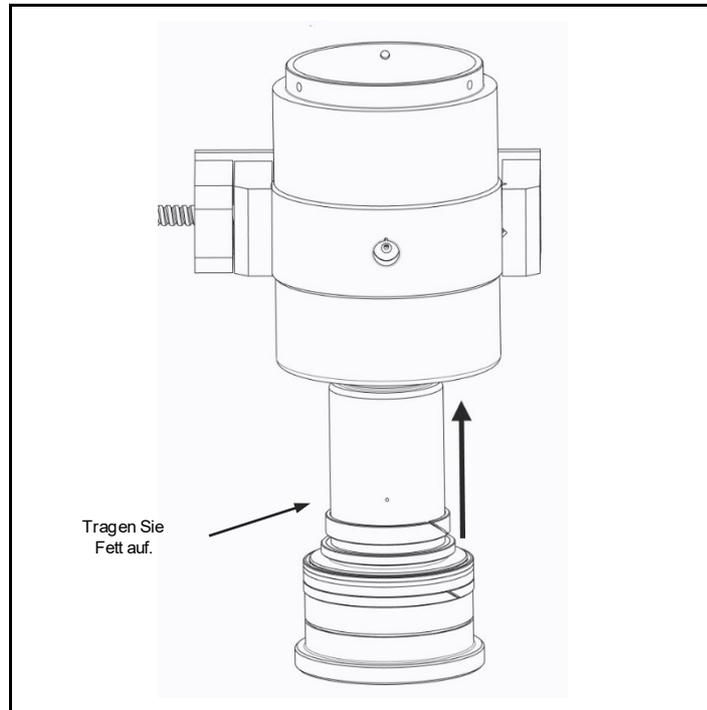

Abb. 4.7 Fett auftragen, und den Kolben einsetzen
a) Wenn Sie den Kolbengruppe in den Körper gleiten lassen, achten Sie darauf, keine der inneren Oberflächen zu beschädigen. (Abb. 4.7)